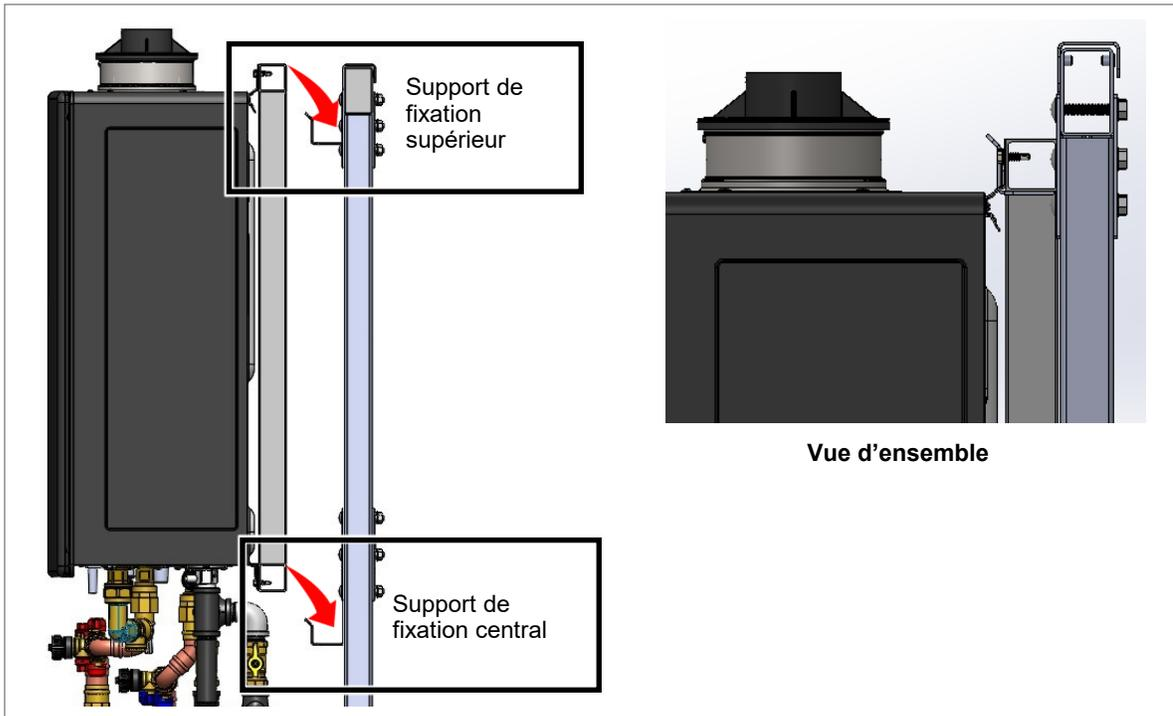

Fig. 12. Accrochez l'appareil TRX au bâti
10. Soulevez l'appareil TRX et placez-le sur les supports de fixation supérieur et central (figure 12).